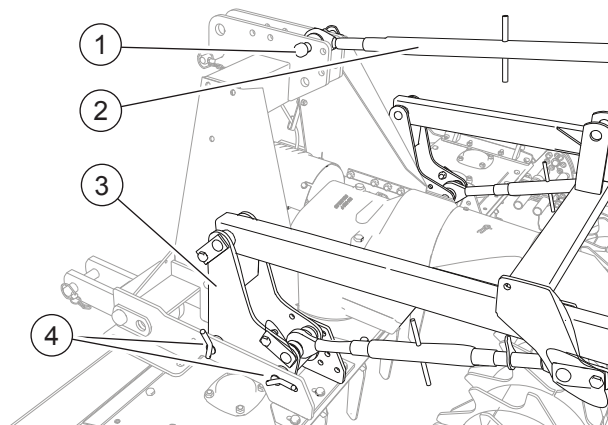

FIG. 16
- Positionner l'attelage sur la machine: introduire les attelages inférieurs (3, “Fig. 16”) sur les plaques à la base du triangle attelage trois-points.
- Bloquer les attelages inférieurs sur les axes (4).
- Relier le tirant (2) au troisième point sur la machine.
- Bloquer le tirant avec l'axe (1).